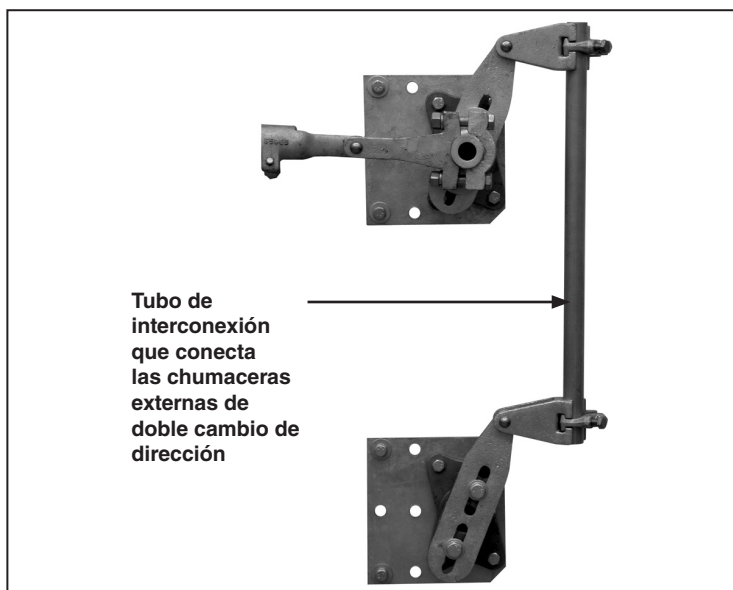

Figura 16. Utilice el Tubo de interconexión para conectar las chumaceras externas.
*Si se utilizan dos chumaceras externas en la configuración de doble cambio de dirección:* Instale la sección de tubo para conectar estos conjuntos de chumacera. Vea la Figura 16.